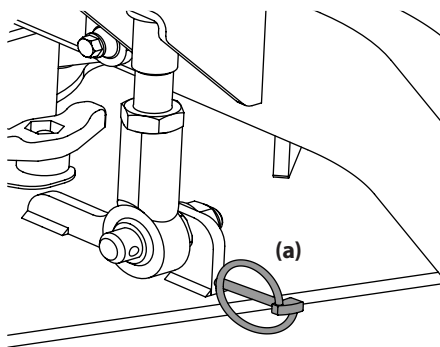

Figura 18
4. Extraiga los cuatro pasadores lynch (a) que aseguran la plataforma al conjunto de elevación. Consulte la Figura 18.